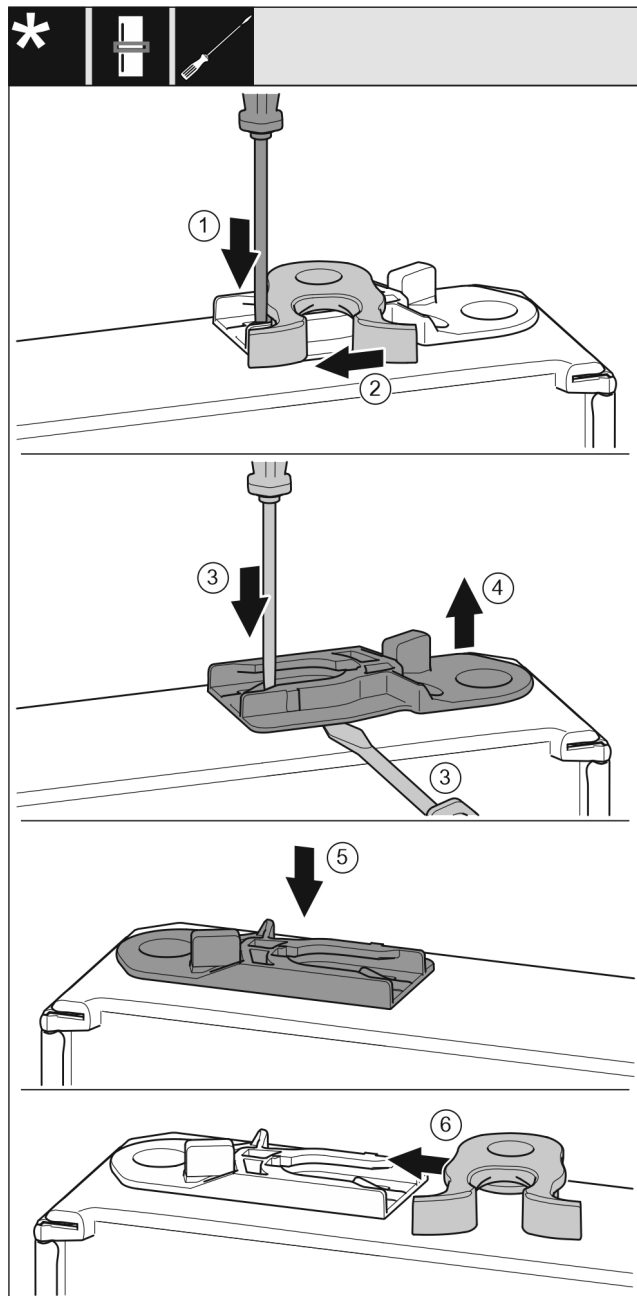

Fig. 18
- ▶ Plochým šroubovákem přitlačte lamelu dolů. Fig. 18 (1)
- ▶ Vytáhněte petlici z vedení. Fig. 18 (2)
- ▶ Vytáhněte vodící pouzdro: Stiskněte lamelu plochým šroubovákem a současně jíjm zajedte pod vodící pouzdro. Fig. 18 (3, 4)
- ▶ Vodící pouzdro, které je součástí rozsahu dodávky nasuňte na druhé straně skříně. Fig. 18 (5)
- ▶ Zasuňte petlici do vedení. Fig. 18 (6)